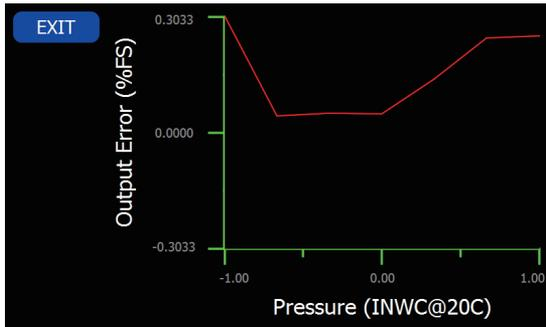

图11
8. 产生目标压力，并且每个压力点的数据会被自动记录。注意：如果选择了DISPLAY TEST RESULTS IN GRAPH OPTION（以图表形式显示测试结果，请参见编辑默认设置页面），压力序列完成后将出现一张显示压力与误差关系的曲线图（请参见图11）。